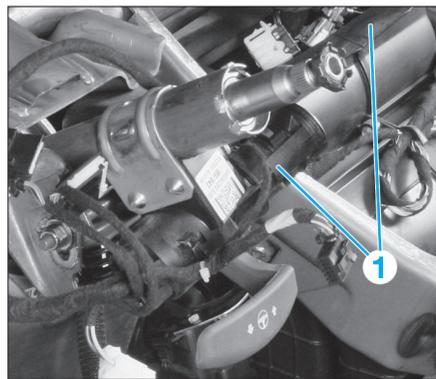

FIG. 9
- Débrancher les connecteurs du contacteur de démarrage (1) (Fig.9).